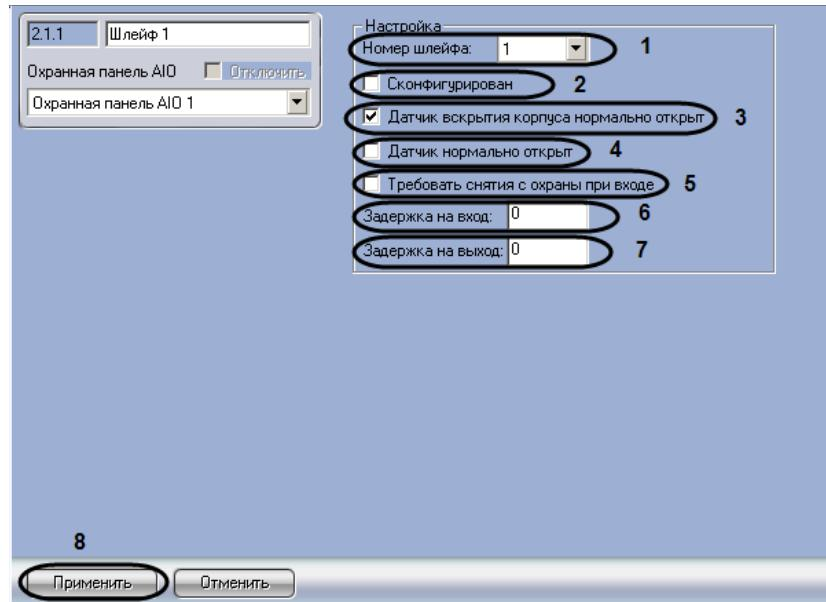

Рис. 3.6-4 Панель настроек объекта Шлейф
- Перейти на панель настроек объекта Шлейф (Рис. 3.6-4).
- Из раскрывающегося списка **Номер шлейфа**: выбрать порядковый номер шлейфа (см. Рис. 3.6-4, 1).
- Установить флагок **Сконфигурирован**, если шлейф находится в рабочем состоянии (см. Рис. 3.6-4, 2).
- Установить флагок **Датчик вскрытия корпуса normally открыт**, если необходимо получать события тревоги при разрушении или вскрытии корпуса датчика (см. Рис. 3.6-4, 3).
- Установить флагок **Датчик normally открыт**, если необходимо, чтобы шлейф находился в нормальном состоянии (не тревога) при разомкнутых контактах (см. Рис. 3.6-4, 4).
- Установить флагок **Требовать снятия с охраны при входе**, если необходимо требовать снятие с охраны при входе в помещение (см. Рис. 3.6-4, 5).
- Установить значение **Задержка на вход** и **Задержка на выход** в миллисекундах (см. Рис. 3.6-4, 6 и 7).
6. Если необходимо требовать снятие с охраны шлейфа при входе необходимо установить соответствующий флажок (см. Рис. 3.6-4, 5).
7. Ввести в поле **Задержка на вход**: значение в секундах, определяющее время для снятия шлейфа с охраны при входе (см. Рис. 3.6-4, 6).
8. Ввести в поле **Задержка на выход**: значение в секундах, определяющее время, при котором объект сможет совершить выход после постановки шлейфа на охрану (см. Рис. 3.6-4, 7).